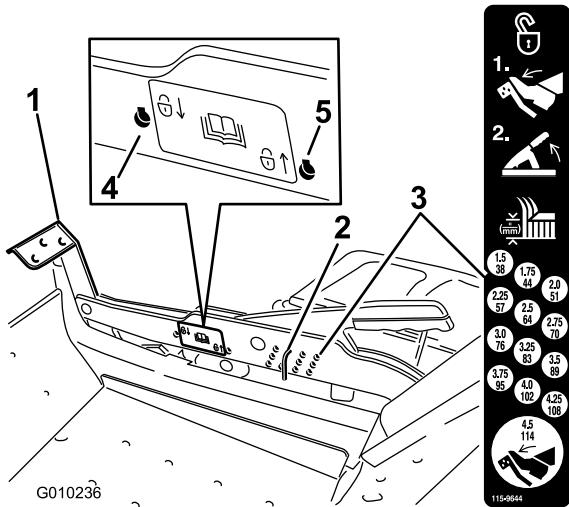

Bild 25
1. Treten Sie mit dem Fuß auf das Mähwerkhubpedal und heben Sie das Mähwerk in die Transportstellung an (auch die Schnitthöhe von 114 mm) (Bild 25).
2. Entfernen Sie den Splint zum Einstellen der Schnitthöhe aus der Schnitthöhenhalterung (Bild 25).
- Wählen Sie ein Loch in der Schnithöhenhalterung, das der gewünschten Schnithöhe entspricht, und stecken Sie den Lastösenbolzen wieder ein (Bild 25).
- Treten Sie mit dem Fuß auf das Mähwerkhubpedal und heben Sie das Mähwerk in die Transportstellung an (auch die Schnithöhe von 114 mm) (Bild 25).
- Entfernen Sie den Stift aus der Schnithöheneinstellhalterung (Bild 25).
- Wählen Sie ein Loch auf dem Arretierschild und stecken Sie den Stift ein (Bild 25).